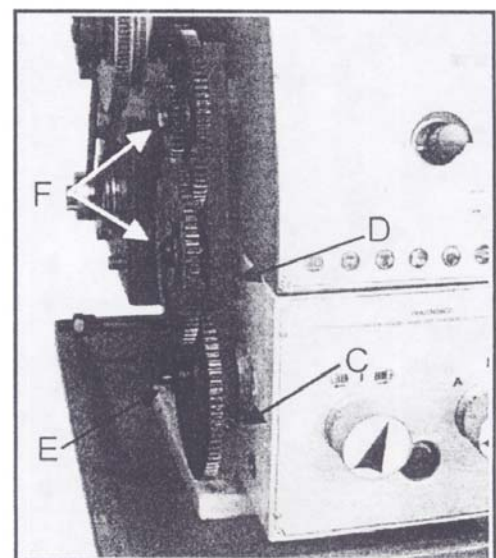

Bild 8
3. Lockern sie die Schraube (C, Bild 8).
4. Schwenken Sie das Element D, Bild 8) nach rechts
7. Schwenken die das Element (D, Bild 8) nach links, damit das Zahnrad wieder eingreift.
8. Fixieren sie das Element (D, Bild 8).
8.7 Runddrehen (Bild 8)